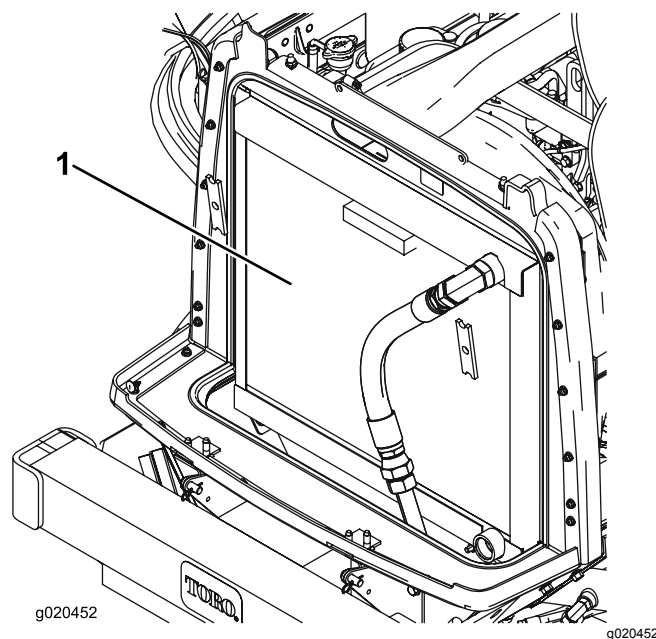

Figura 89
3. Limpe ambos os lados do radiador/dispositivo de arrefecimento de óleo com ar comprimido (Figura 89).